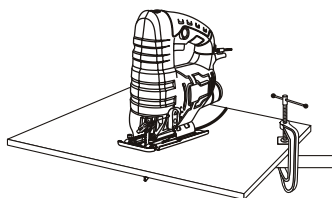

Fig. 11
3. Appuyez l'avant de la semelle de la scie sauteuse sur la pièce à travailler et alignez l'arête coupante de la lame avec le trait de coupe sur la pièce à travailler (Fig. 11). Assurez-vous que le cordon d'alimentation ne vous nuit pas et qu'il ne se trouve pas sur le trajet de la lame.